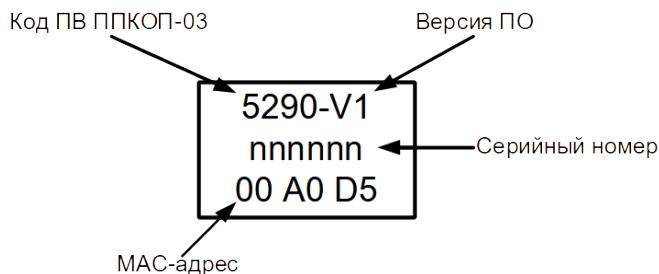

Рисунок 10 – Шильдик на плате ПВ ППКОП-03
- Поле «**МАС адрес**» содержит уникальный трёхбайтный код, который присваивается ПВ ППКОП-03 на этапе производства. Значение МАС-адреса указано на шильдике, который приклеен на лицевой стороне платы (см. рисунок 10).